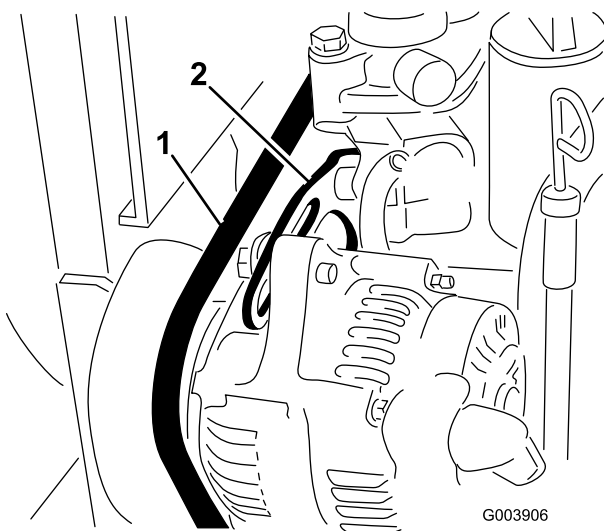

Bild 69
2. Prüfen Sie die Spannung des Treibriemens, indem Sie eine Kraft von 10 kg auf halber Entfernung zwischen der Lichtmaschine und der Kurbelwellenscheibe ansetzen (Bild 69).
3. Lockern Sie die Schrauben, die den Bügel am Motor befestigen (Bild 69) sowie die Schraube, mit der die Lichtmaschine am Bügel befestigt ist.